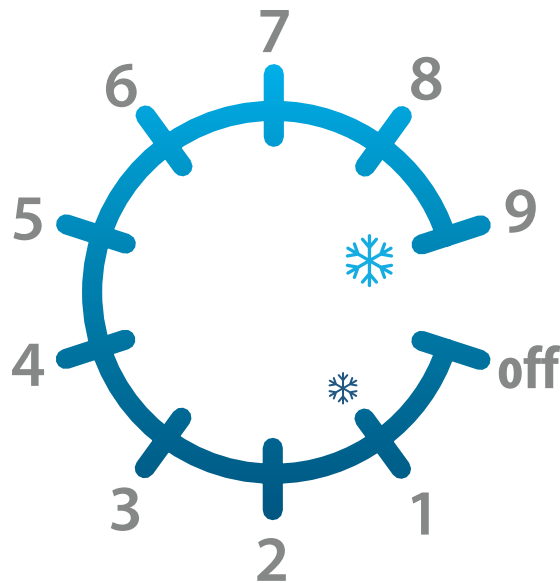

Fig. 2. Réglages du bouton de régulation de la température. **1** est le réglage le plus chaud ; **9** est le plus froid.
Un (1) est le réglage le plus chaud ; neuf (9) le plus froid. Voir fig. 2.